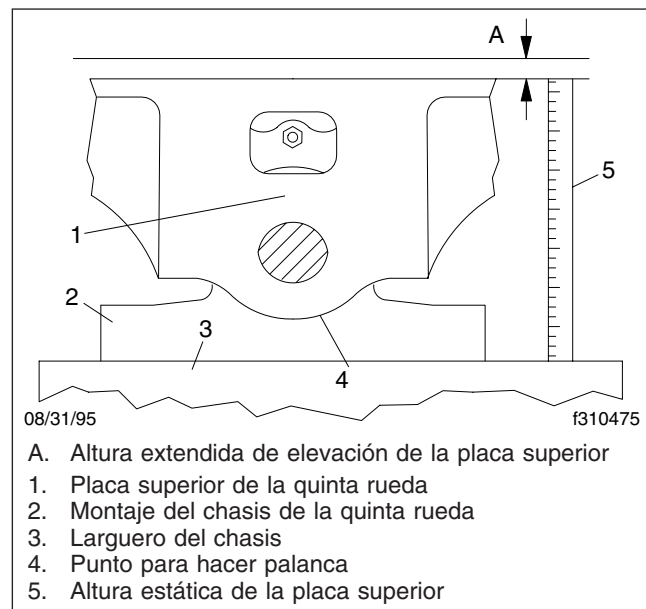

Figura 3, Medición de la elevación de la placa superior de la quinta rueda
7. Mida la elevación de la placa superior. Vea la **Figura 3**.